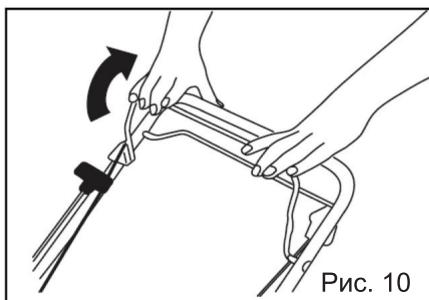

Рис. 10
- Нажмите и удерживайте рычаг останова двигателя (Рис. 10).